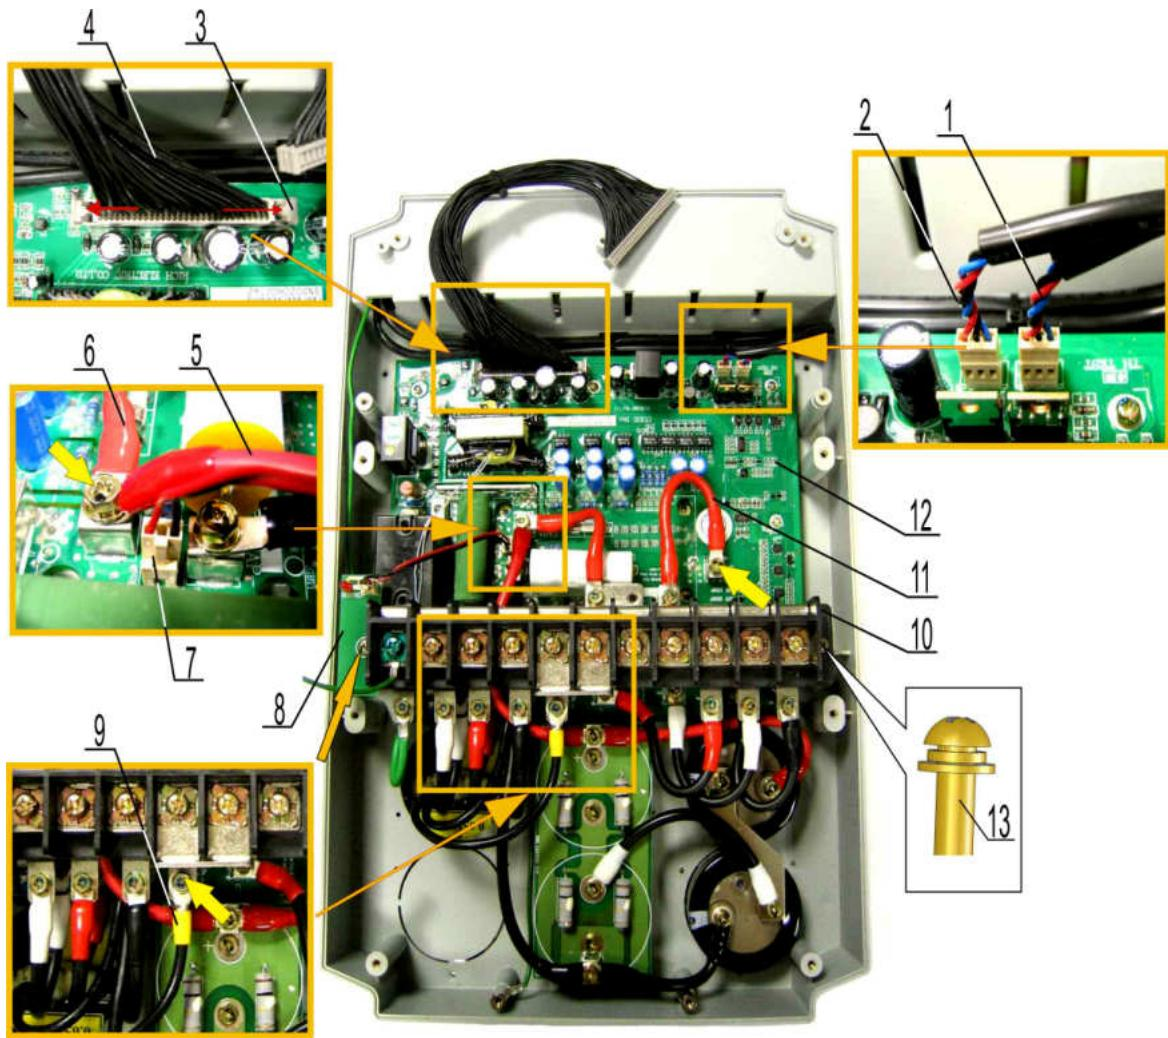

Рис. 7.14
7.5.16. Взять плату светодиода. Установить плату 8 на клеммник 10, совместив отверстие в плате с отверстием клеммника. Закрепить клеммник и плату с светодиода двумя винтами 13 (рис. 7.14).
7.5.17. Соединить кольцевой наконечник провода 9 со свободной монтажной клеммой на клеммнике 10 (рис. 7.14). Закрепить наконечник винтом с невыпадающей шайбой.
7.5.18. Соединить кольцевые наконечники проводов 5 и 6 с клеммой на плате 12 (рис. 7.14). Закрепить наконечники винтом с невыпадающей шайбой.
7.5.19. Вставить трёхконтактную розетку 7 кабеля платы с светодиода в разъём на плате 12 (рис. 7.14).
7.5.20. Соединить кольцевой наконечник провода 11 с клеммой на плате (рис. 7.14). Закрепить наконечник винтом с невыпадающей шайбой.
7.5.21. Вставить поочерёдно трёхконтактные розетки 1 и 2 кабелей вентиляторов в разъёмы на плате (рис. 7.14).
7.5.22. Отжать в стороны боковые фиксаторы 3 разъёма на плате 12 (рис. 7.14).
7.5.23. Вставить розетку жгута 4 в разъём на плате (рис. 7.14).